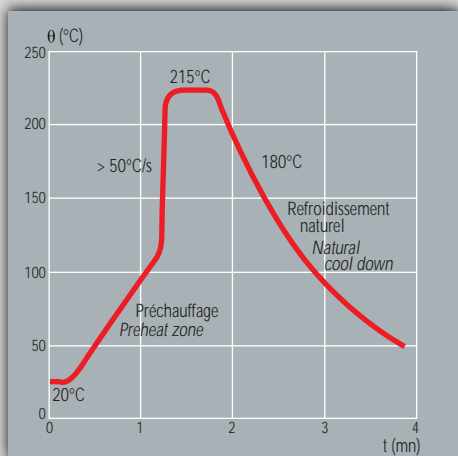

Fig. 5 Profil recommandé pour refusion phase vapeur.
Sur les figures 5 et 6 sont présentés les cycles recommandés pour ces 2 méthodes.
*Figures 5 and 6 show the cycles recommended for vapor phase reflow and IR reflow.*